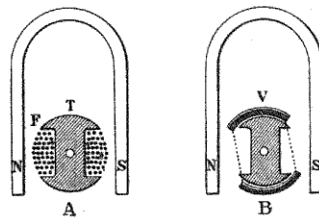

Fig. 121.
- 2° Faire tourner une bobine entre les branches d'un aimant fixe recourbé en fer à cheval, c'est la solution la plus fréquente (fig. 121, A) ;
- 3° Interposer entre l'aimant et la bobine, tous deux fixes, un volet tournant (fig. 121, B) très perméable au fluide et qui réalise entre l'inducteur et l'induit les conditions d'un rapprochement factice, étant très bon conducteur du fluide. L'inducteur et l'induit, qui échangent du fluide, peuvent être comparés à deux